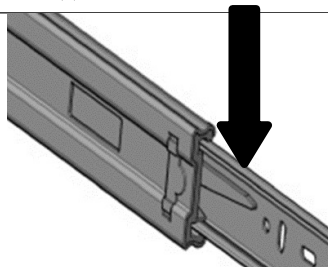

Рис. 2
5.1.2 Разъединить направляющую шариковую (поз.12,13), нажав на пластиковую защёлку (см. рис. 2), часть направляющей прикрутить при помощи
евровинтов ЕС 4,0x13 (поз.7, пакет №124) к сборке по 5.1.1. совместив отверстие на направляющей с отверстием на боковине левой согласно рис. 2а и 2б.
Рис.2а